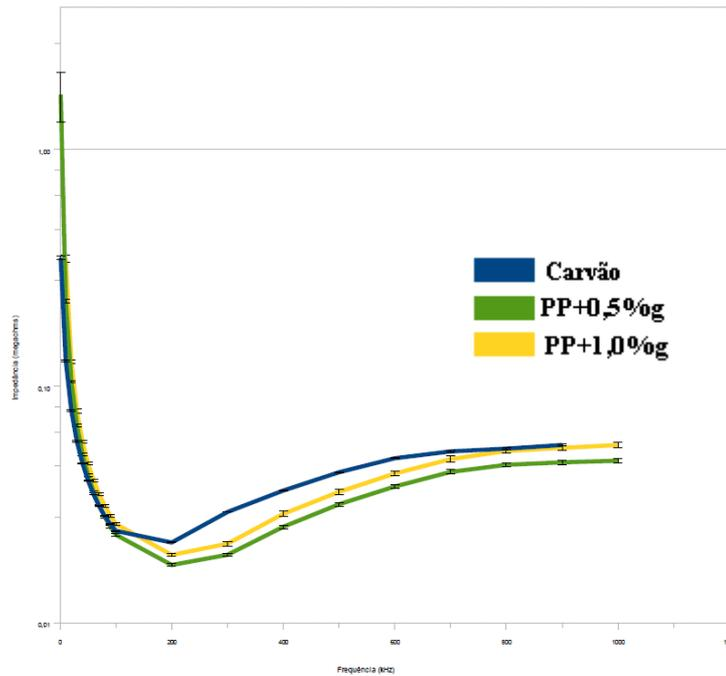

Figura 2. Gráfico frequência x impedância (Carvão, PP+0,5%g, PP+1%g)
Está sendo feito um estudo de materiais em que através de um eletrodo aplica-se corrente elétrica de diversas faixas de frequência em determinado material, medindo tensão e corrente para construção de um gráfico de frequência x impedância elétrica como exemplificado na figura 2. Utilizamos compostos de polipropileno (PP) com diferentes concentrações de grafite em comparação com carvão em pó.